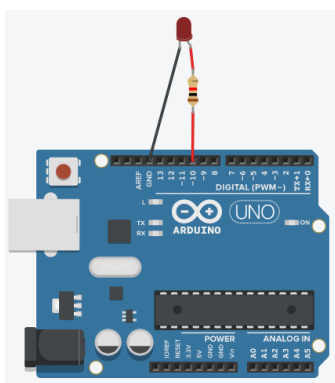

Figura 5.6: exemplo de um circuito com Arduino, led e um resistor.
- Conecte o fio vermelho, como mostra a Figura 5.6, que liga o terminal positivo (ânodo) do led em um dos terminais do resistor e o outro terminal do resistor é conectado na porta digital 10;